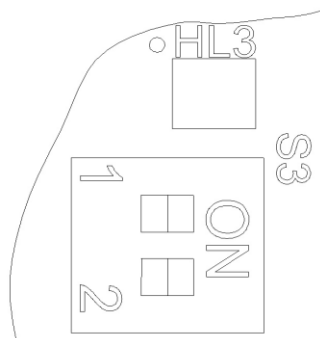

Рисунок 6 – Переключатель S3 на плате контроллера
2.1.3 На крайнем ГС в цепи RS-485 необходимо включить концевой резистор 120 Ом с помощью DIP-переключателя S3 (рисунок 6). Для активации концевой резистора необходимо перевести второй переключатель в положение «ON».